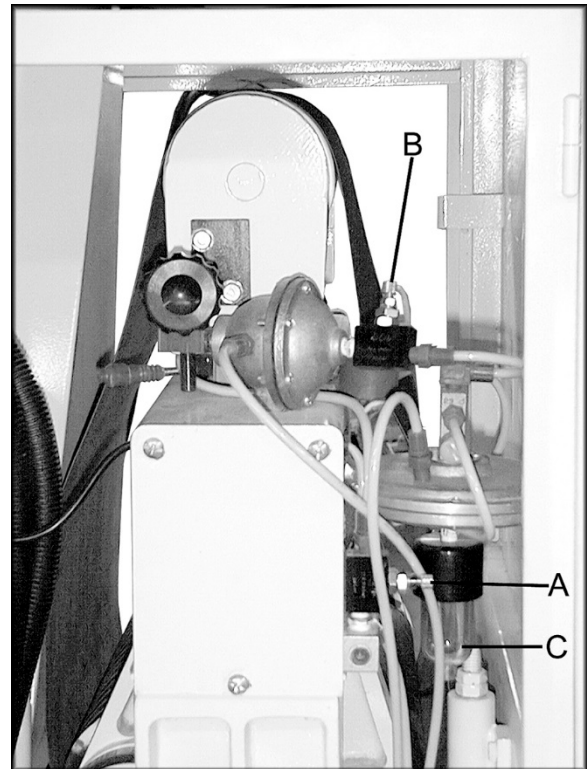

Рисунок 3
1. Отрегулируйте воздушный клапан (A), Рисунок 3, чтобы контролировать чувствительность хода.
2. Скорость колебаний можно регулировать при помощи верхнего воздушного клапана (B).
3. Опорожните стеклянный контейнер (C) по мере необходимости.